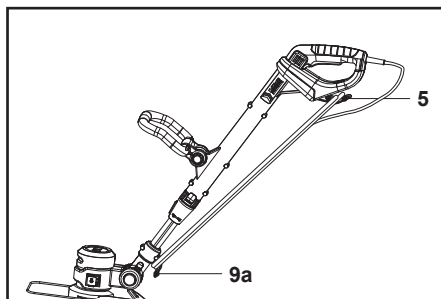

Fig. 30
5. Enrolle el cable de alimentación (3) o alargador en las dos sujeciones para cable (5, 9a) y fíjelo con un clip para cable adecuado (Fig. 30).